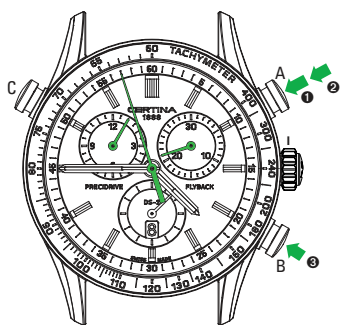

Рис. 3
**Считывание показаний (см. рис. 3)**